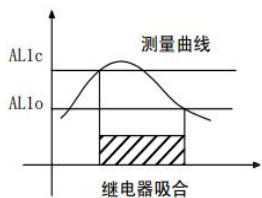

图1
- (1) $AL1c=AL1o$, 继电器不动作。
- (2) $AL1c>AL1o$, 用于上限报警, 动作情况如下图 1